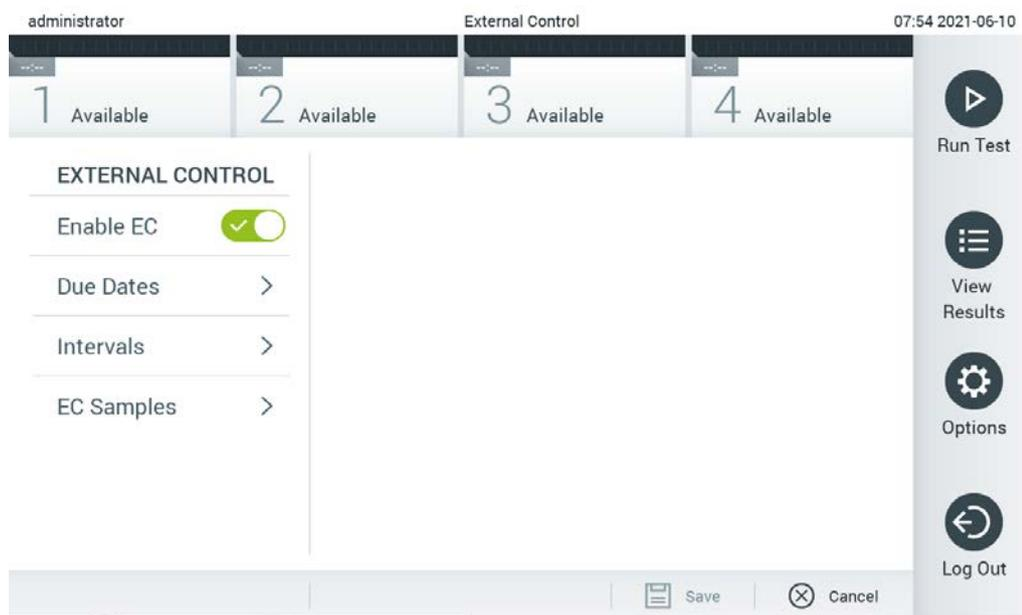

Figura 50. Schermata External Control (Controllo esterno).
2. Premere il pulsante di commutazione **Enable EC** (Abilita EC) per attivare la funzione (Figura 50).